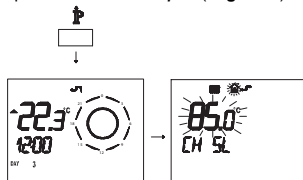

Fig. 2.26
- 1 Нажать на более чем на 3 секунды кнопку для входа в режим ИНФОРМАЦИЯ (Fig. 2.26).